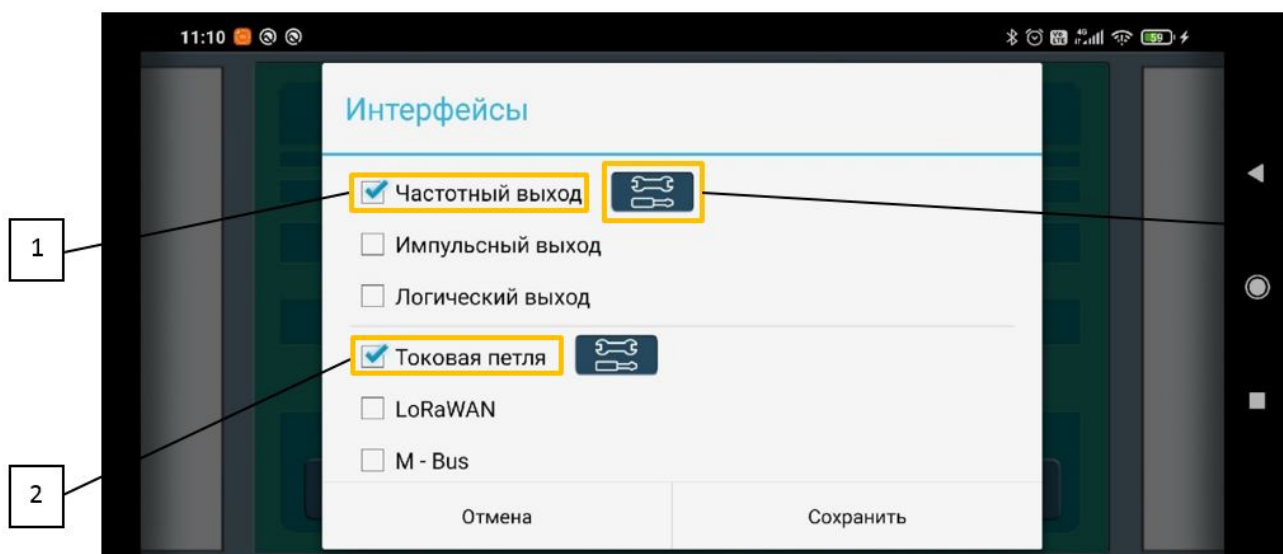
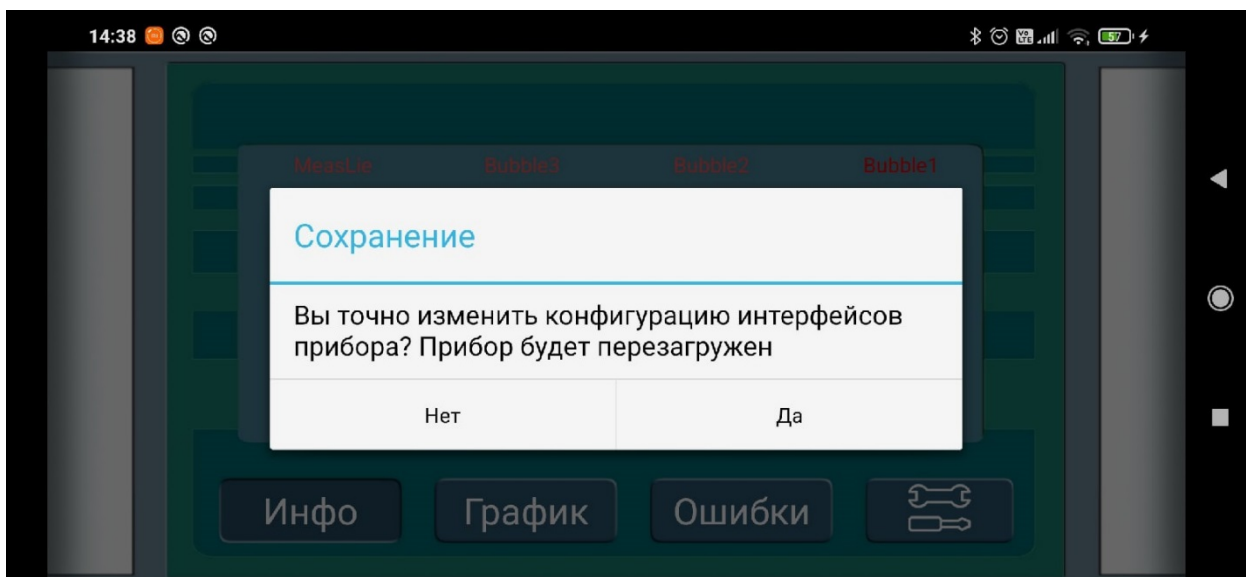

Рисунок 39 – Окно «Настройки»: вкладка «Интерфейсы»
Рисунок 40 – Окно «Настройки»: вкладка «Интерфейсы», подтверждение запроса
2.3.2.8.7.1 Во вкладке «Интерфейсы» (рисунок 39) осуществляется выбор интерфейсов. Необходимо выбрать нужный интерфейс, зафиксировать его галочкой (сноски 1, 2), нажать на кнопку «Сохранить» и подтвердить изменение конфигурации после сформированного дополнительного запроса (рисунок 40). Произойдет автоматическая перезагрузка приложения. Это необходимо, чтобы появились активные кнопки для осуществления настроек параметров выбранного интерфейса (сноска 3).